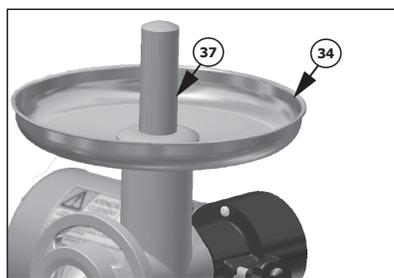

Figura 8
- Após coloque o prato (34) para conter o alimento e auxiliar o processo de moagem. **Nunca trabalhe sem o prato (34). Use sempre o soquete (37) para empurrar os alimentos nunca os dedos**, conforme figura 8.